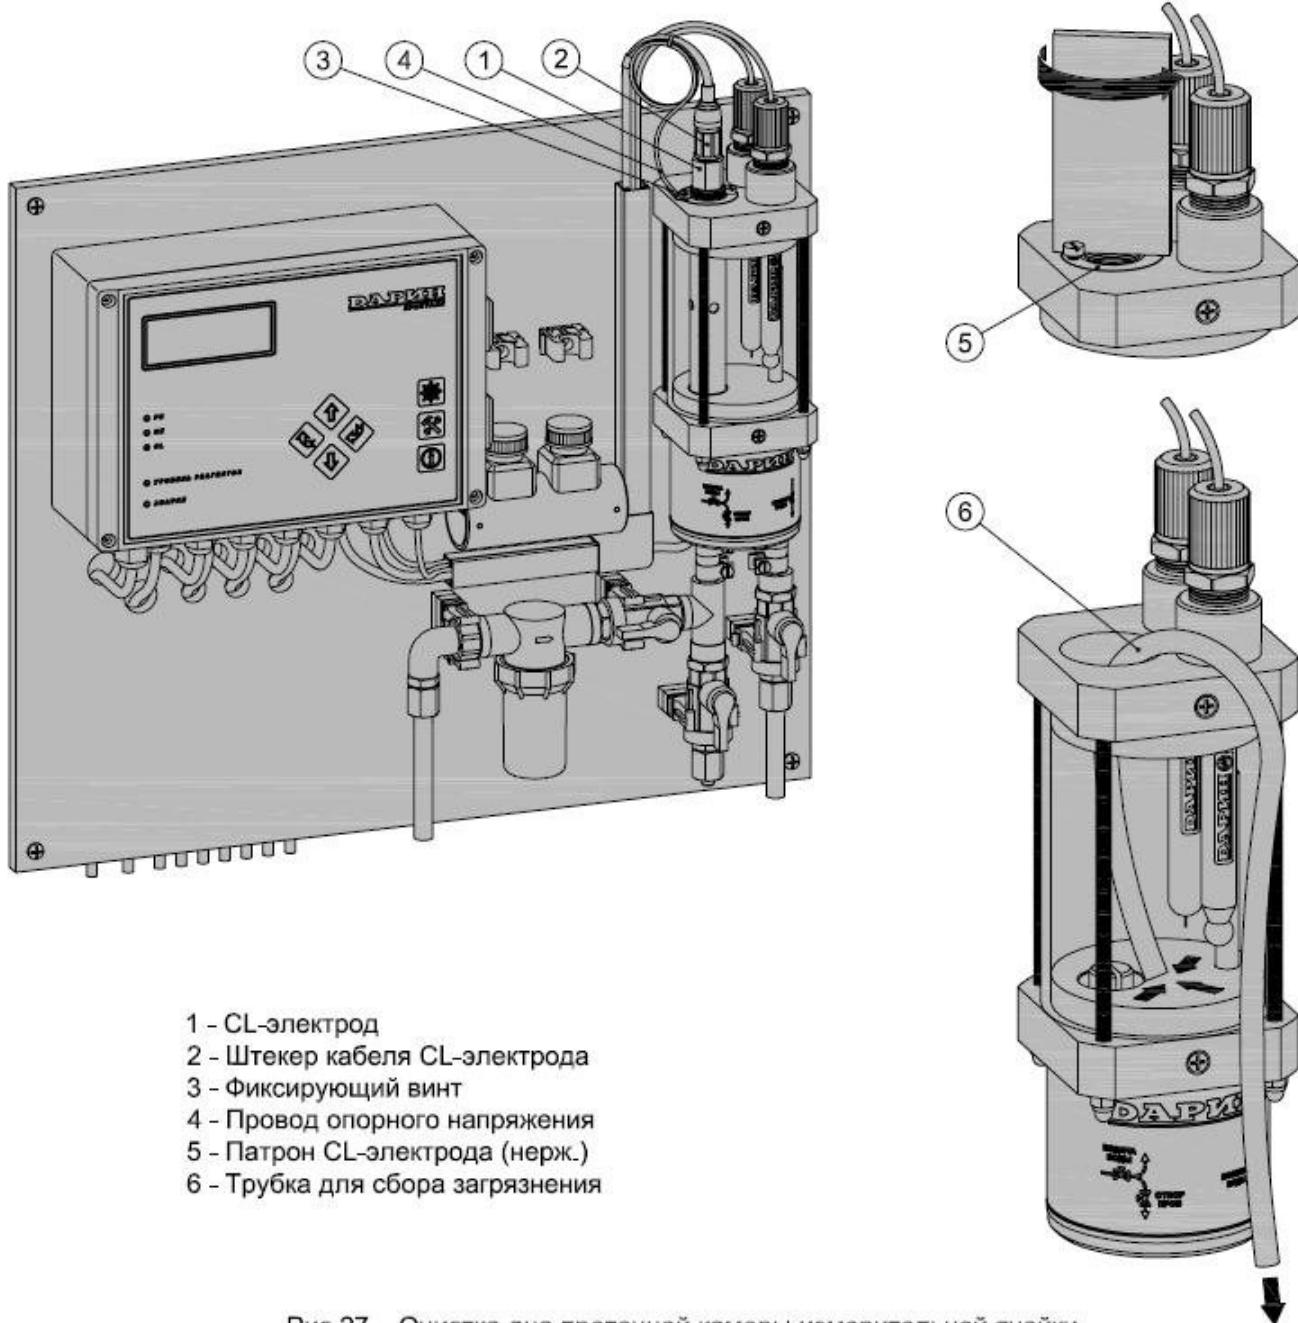

Рис.27 Очистка дна проточной камеры измерительной ячейки
- если измерительная ячейка имеет CL-электрод, то отсоединить штекер кабеля от CL-электрода (см. рис. 27, поз. 1 и 2); ослабить фиксирующий винт и отсоединить провод опорного напряжения от ячейки (см. рис. 27, поз. 3 и 4); выкрутить CL-электрод из ячейки; далее выкрутить патрон CL-электрода из ячейки (см. рис. 27, поз. 5);
- опустить один конец трубы на дно проточной камеры измерительной ячейки, а на другом конце трубы создать разряжение, чтобы из проточной камеры пошла вода, и опустить этот другой конец трубы в приёмную ёмкость (см. рис. 27, поз. 6);
- слегка выкрутить гильзу pH-электрода (см. рис. 27, поз. 7), чтобы из ячейки смог выходить воздух, дождаться заполнения ячейки водой и закрутить гильзу pH-электрода обратно;
- слегка выкрутить гильзу pH-электрода (см. рис. 27, поз. 7), чтобы из ячейки смог выходить воздух, дождаться заполнения ячейки водой и закрутить гильзу pH-электрода обратно; наличие воздуха в ячейке не нарушает её работоспособности, но желательно заполнять ячейку водой полностью;